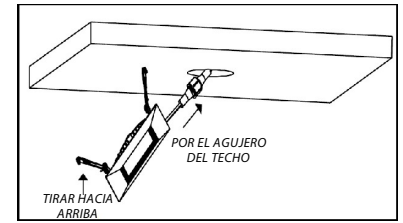

Figura 6
6. Levante el sujetador de resorte en el montaje, atraviese el agujero en el techo y coloque el módulo en el agujero; asegurándose de que los sujetadores de resorte se encuentren bien sujetos. (Figura 6)